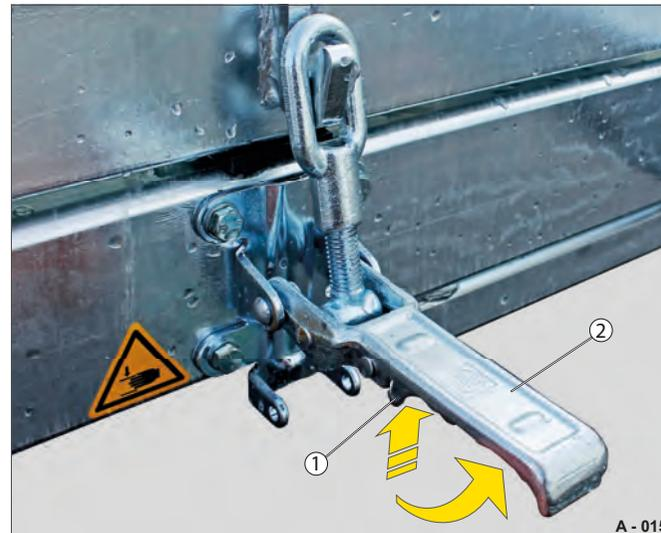

Fig. 3 Sauterelle verrouillée
- ▶ Appuyez sur le dispositif de blocage (Fig. 3 /1).
- ▶ Relevez le levier de fermeture (Fig. 3 /2). L'anneau est libéré.